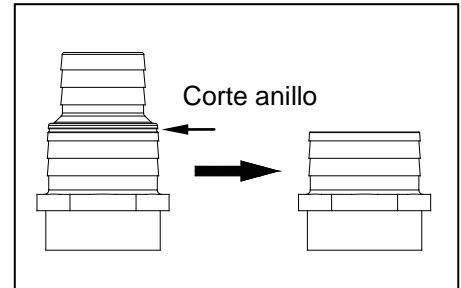

Fig. 1
1. Para el flujo máximo, se recomienda que el tamaño más grande de tubería para su bomba está utilizado. Si usa tubería de 1-1/2 pulgada, proceda al paso 2. Si usa 2 pulgada, corte el adaptador como se muestra usando una sierra de arco. Fig. 1